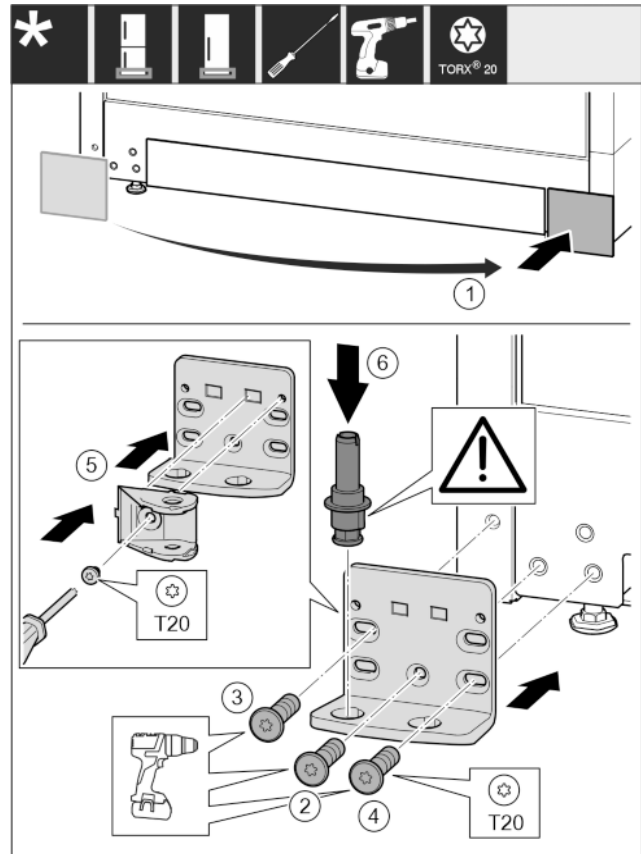

Fig. 28
- ▶ Снимите крышку и установите с другой стороны. Fig. 28 (1)
- ▶ Установите опорный кронштейн с другой стороны и прикрутите с помощью отвертки T20. Начиная с винта 2 снизу в центре. Fig. 28 (2)
- ▶ Затяните винты 3 и 4. Fig. 28 (3,4)
- ▶ Поверните соединительный элемент амортизатора закрывания дверей на 180°. Прикрутите с другой стороны опорного кронштейна при помощи отвертки T20. Fig. 28 (5)
- ▶ Установите опорный палец в сборе. При этом следите за тем, чтобы выступ фиксатора был направлен назад. Fig. 28 (6)